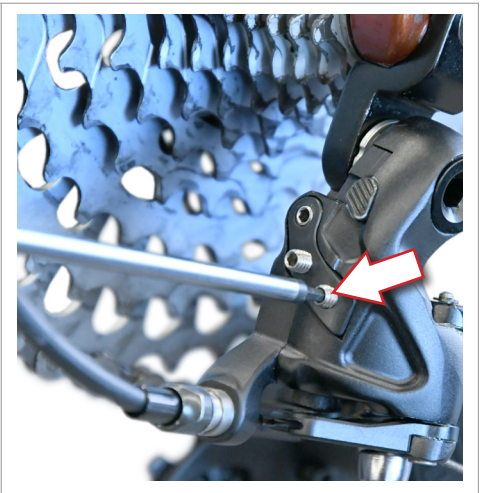

Fig.23
- Contrôler qu'en actionnant la manette correctement, le dérailleur arrière positionne la chaîne sur le pignon le plus grand; si cela ne se produisait pas, agir plusieurs fois sur la vis (Fig. 23) (en la desserrant jusqu'à ce que le dérailleur arrière positionne la chaîne sur le pignon le plus grand sans aucune hésitation, lorsque la manette est actionnée).